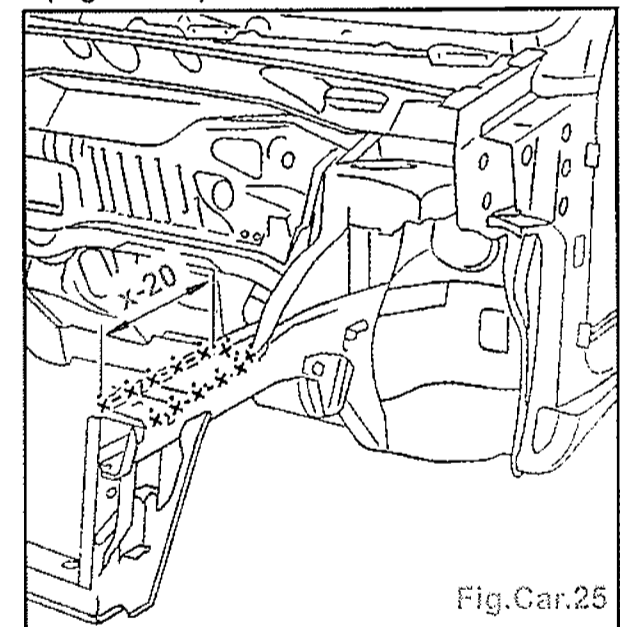

Fig.Car.25
- Tracer puis découper à l'aide d'une meule épaisseur 1 mm (coupe provisoire) (Fig.Car.25).